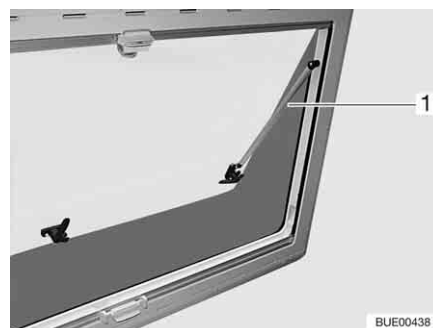

Fig. 49 Finestra apribile con deflettore automatico
- Aprire la finestra apribile fino al punto di arresto desiderato. Il deflettore automatico (Fig. 49,1) si innesta automaticamente in posizione.